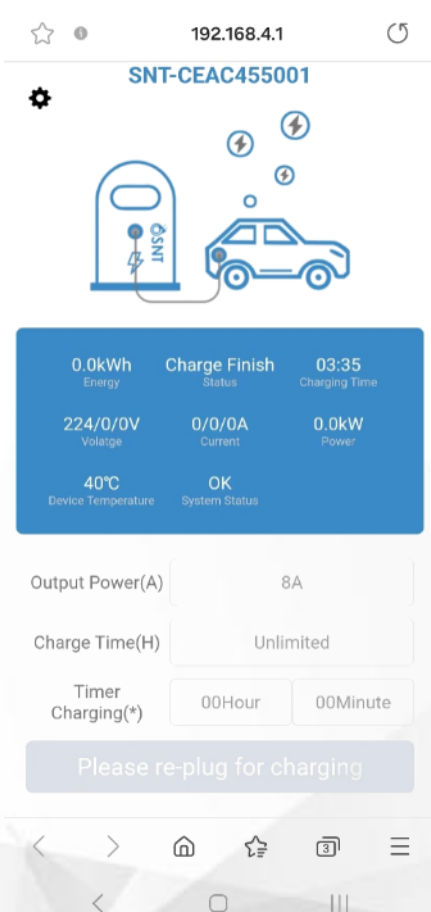

图 26
2. 在手机浏览器中访问网址 192.168.4.1，如图 26，27 所示